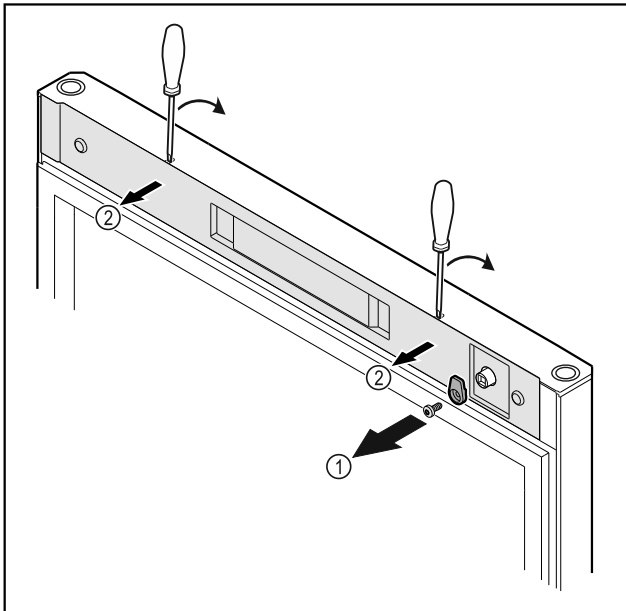

Fig. 12*
- ▶ Sluithaak Fig. 12 (1) losschroeven.*
- ▶ Afdekking Fig. 12 (2) met een kleine schroevendraaier losmaken en verwijderen.*